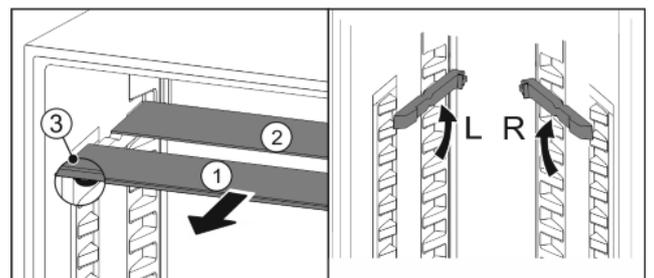

Fig. 19
- ▶ Glasplatten einzeln nach vorne herausziehen Fig. 19 (1).
- ▷ Glasplatte *Fig. 19 (1)* mit den Auszugsstopps liegt vorne.
- ▷ Stopps zeigen nach unten *Fig. 19 (3)*.